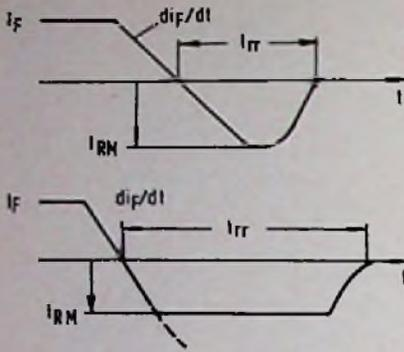

Bild 8. Darstellung zur Berechnung der Sperrverzögerungszeit (Thomson-CSF)
Den Wärmewiderstand des Kühlkörpers kann man nun entweder nach Gl. (3) in Teil 4 berechnen oder – falls vorhanden – einer Kurvendarstellung nach Bild 6 entnehmen. Die Sperrverzögerungszeit t_{rr} kann entweder aus einer gegebenen Darstellung wie nach Bild 7 entnommen werden, oder man muß sie berechnen. Hat man keine Darstellung wie nach Bild 7, so berechnet sich t_{rr} , wenn der Sperrstrom nicht durch die Last begrenzt ist (Bild 8):